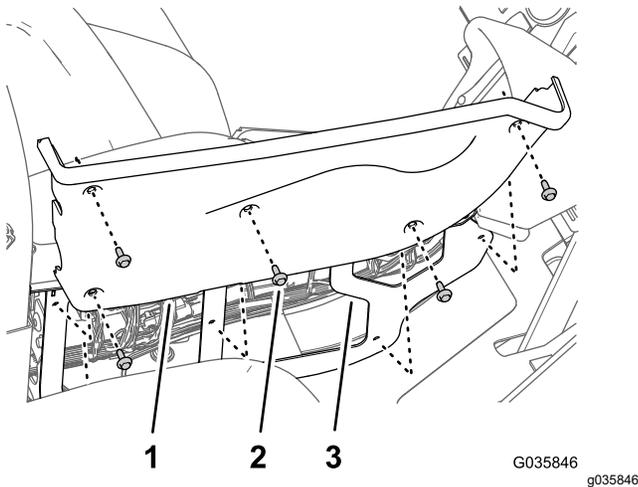

Figure 38
1. Retirez les 5 boulons à embase ($\frac{1}{4}$ " x $\frac{3}{4}$ ") qui fixent le couvercle droit à la console centrale (Figure 38).
2. Retirez les interrupteurs à bascule des commandes de levage de rampe gauche et droite du panneau de la console centrale (Figure 38).
6. Alignez les trous dans le couvercle droit sur le cadre de la console centrale (Figure 38).
7. Fixez le couvercle latéral de la console centrale (Figure 38) à l'aide des 5 boulons à embase ($\frac{1}{4}$ " x $\frac{3}{4}$ ") que vous avez retirés à l'opération 1.